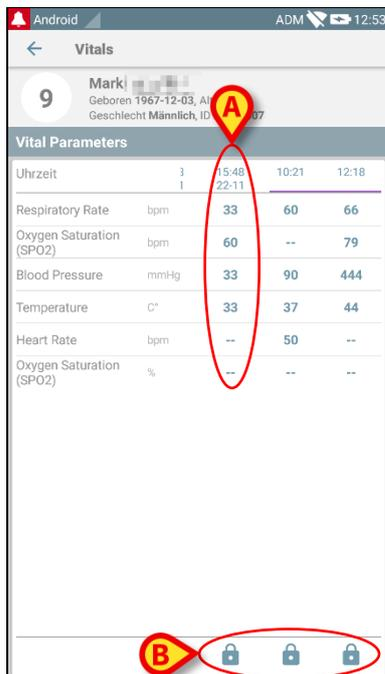
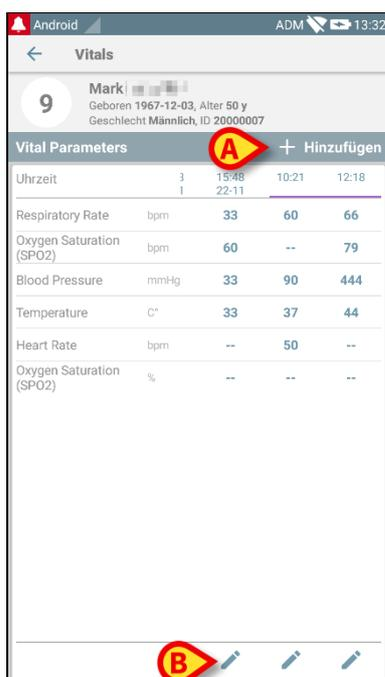

Abb. 63
Abb. 70
Der Pfeil (Abb. 62 **A**) ermöglicht es, die früheren Daten anzuzeigen. Siehe zum Beispiel Abb. 63:
Für jeden Eintrag (d.h. für jeden Satz von Werten), werden oben Datum und Uhrzeit angezeigt. Die aufgezeichneten Werte werden darunter angezeigt. Siehe zum Beispiel die in Abb. 63 **A** gezeigte Spalte.
Das in Abb. 63 **B** gezeigte Symbol "Sperrern" bedeutet, dass der entsprechende Score nicht bearbeitet werden kann. Anderenfalls wird ein "Stift"-Symbol angezeigt (siehe zum Beispiel Abb. 70).
Der neue Wertesatz wird auf einer speziellen zusammenfassenden Bildschirmseite angezeigt. Erneut sind die Merkmale der Bildschirmseite von der Art des erfassten Datensatzes abhängig. Siehe Abb. 70 für ein Beispiel.
- Berühren Sie auf dieser Bildschirmseite **Hinzufügen**, um einen weiteren Datensatz hinzuzufügen (Abb. 70 **A**).
- Verwenden Sie das “Stift”-Symbol zum Bearbeiten der Daten eines bereits vorhandenen Datensatzes (Abb. 70 **B**).